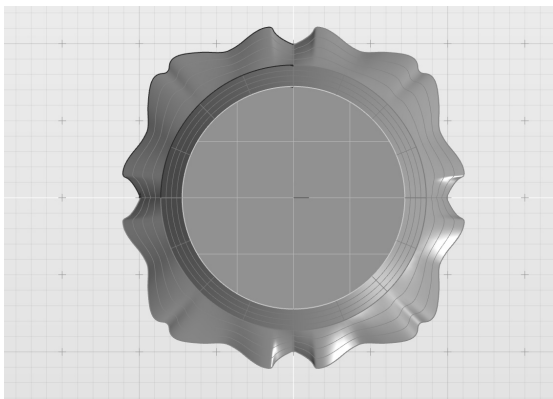

图 5-159 绘制沙拉盘底
9) 激活“补块”工具, 依次点取环形面靠内部的边线, 创建补面, 绘制沙拉盘的底部, 如图 5-159 所示。